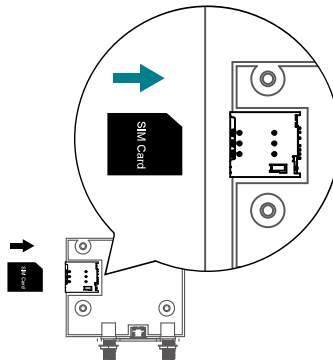

Abbildung 4-8. Einlegen der SIM-Karte.
- 2) Legen Sie eine 3G/4G-Micro-SIM-Karte in das Fach und stellen Sie sicher, dass die goldenen Kontakte nach unten zeigen und sich die Kerbe in der oberen linken Ecke befindet. Siehe nachfolgende Abbildung 4-8.